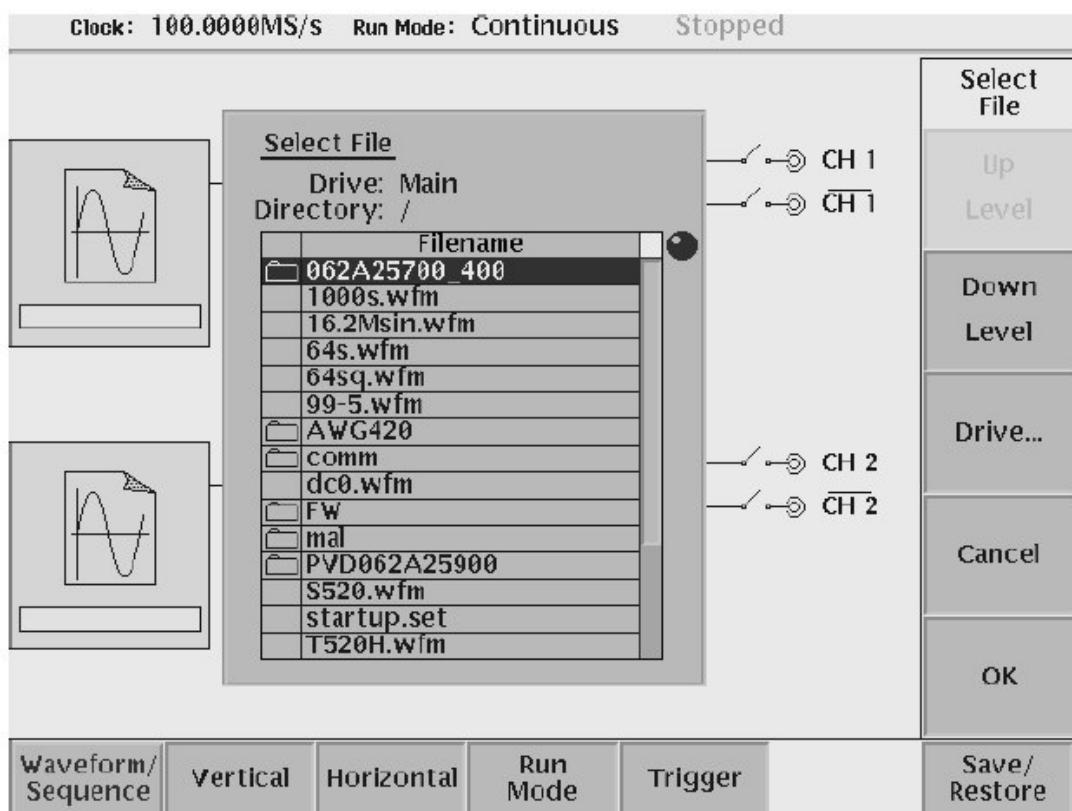

图 26 Setup Waveform/Squence 菜单
2. 按压 Load...侧面键。仪器打开 Select File 列表,如图 26 所示。